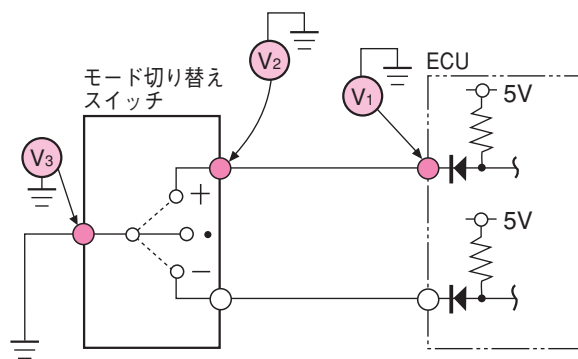

図2-10 モード切り替えスイッチ回路の断線の点検(1)
重め(+)モード時のモード切り替えスイッチ回路の断線又は短絡の点検は、図2-10, 11のように電圧を測定することによって行う。
(1) 断線点検
- ① 図2-10の回路の状態では V_1 に電圧がない場合は、ECUの不良。